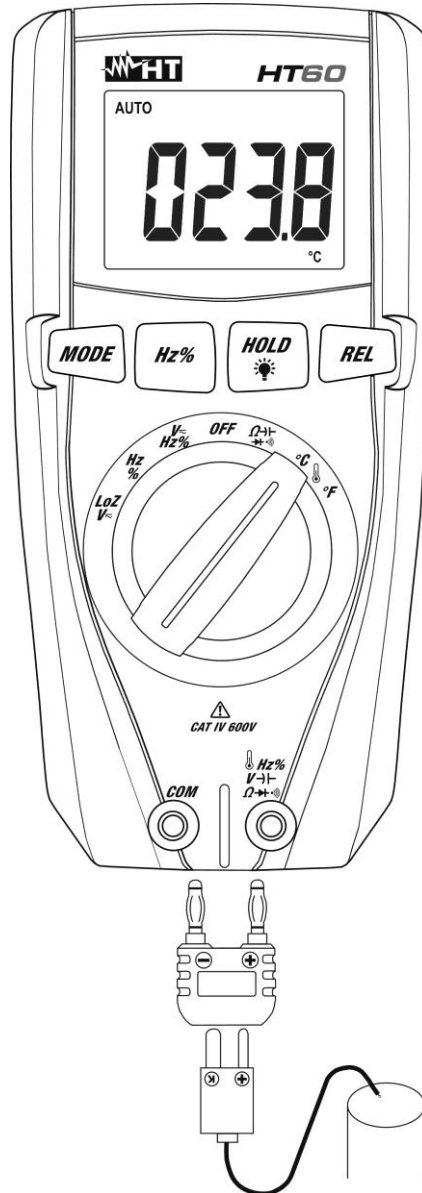

Fig. 9: Mesure de Température
2. Insérer l'adaptateur fourni dans les bornes d'entrée **V-Ω** (polarité +) et **COM** (polarité -) (voir Fig. 9)